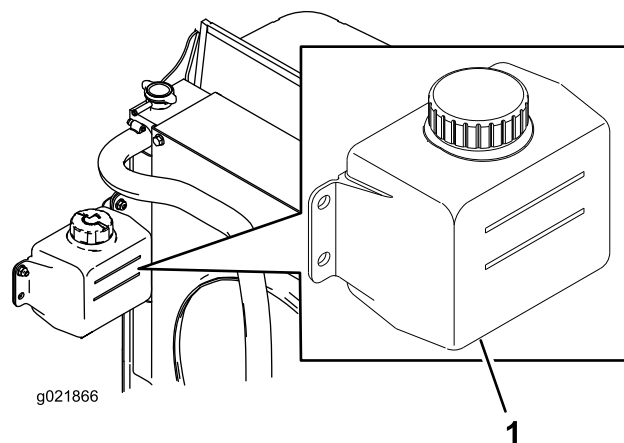

Figura 69
1. Compruebe el nivel de refrigerante en el depósito de expansión (Figura 69).